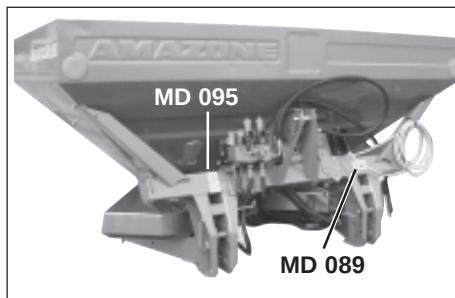

Fig. 2.1
- Billederne Fig. 2.1 og 2.2 viser de steder hvor advarselstegnene og henvisningsskiltene er placeret. Forklaring til de forskellige advarselstegn og henvisningsskilte finder De på de følgende sider.